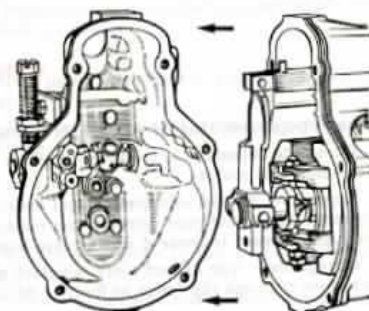

Fig. 4.
- Dévisser la tige de guidage (1), les vis de serrage et séparer le couvercle du carter de pompe (fig. 4).